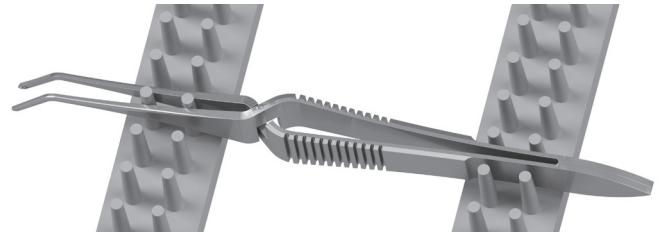

Abb. 3
- Öffnen Sie das Cross Aktion Instrument. Verwenden Sie hierzu ein geeignetes Lagerungssystem (siehe Abb. 3).